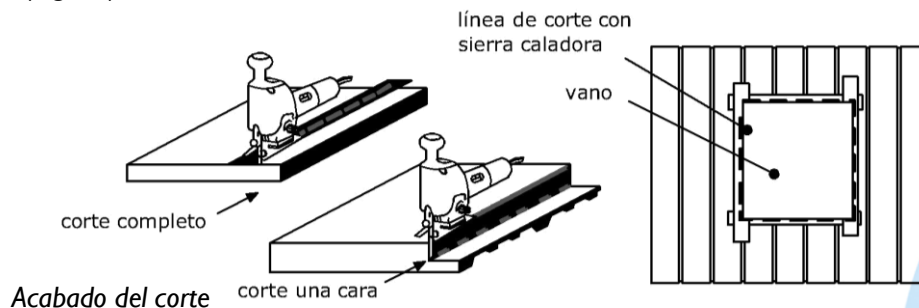

Fig. 31
- Verifique que el trazo sea correcto y proceda a cortar el panel con una sierra caladora. Si va a hacer un corte de espesor completo asegure que la longitud del corte de la hoja de la sierra sea mayor al espesor del panel. Cuando se corte por una sola cara (requerido en traslapes o en instalaciones especiales) verifique que la hoja de la sierra penetre en el poliuretano hasta la profundidad deseada. Instale en sus herramientas las sierras especificadas para el corte de láminas metálicas. Recuerde no usar sierra de disco para hacer los cortes en los paneles debido a que la fricción quema y daña la pintura del panel. (Fig. 31)